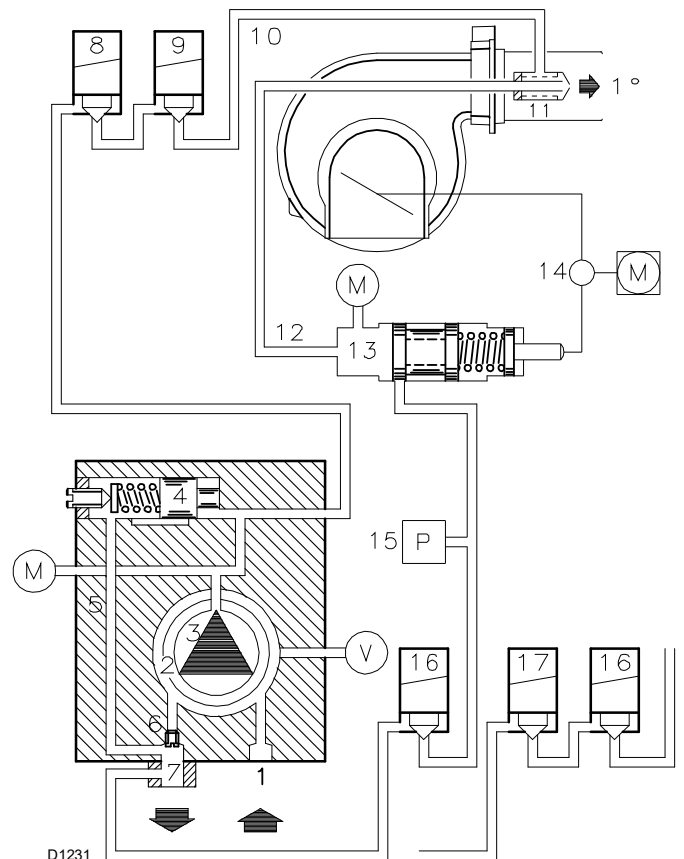

Fig. 29
Elles sont installées sur le brûleur avec la dérivation fermée par la vis 6)(Fig. 29).
- La pompe 3)(Fig. 29) aspire le combustible de la citerne à travers le conduit 1) et le pousse sous pression en refoulement.
Légende (Fig. 29)